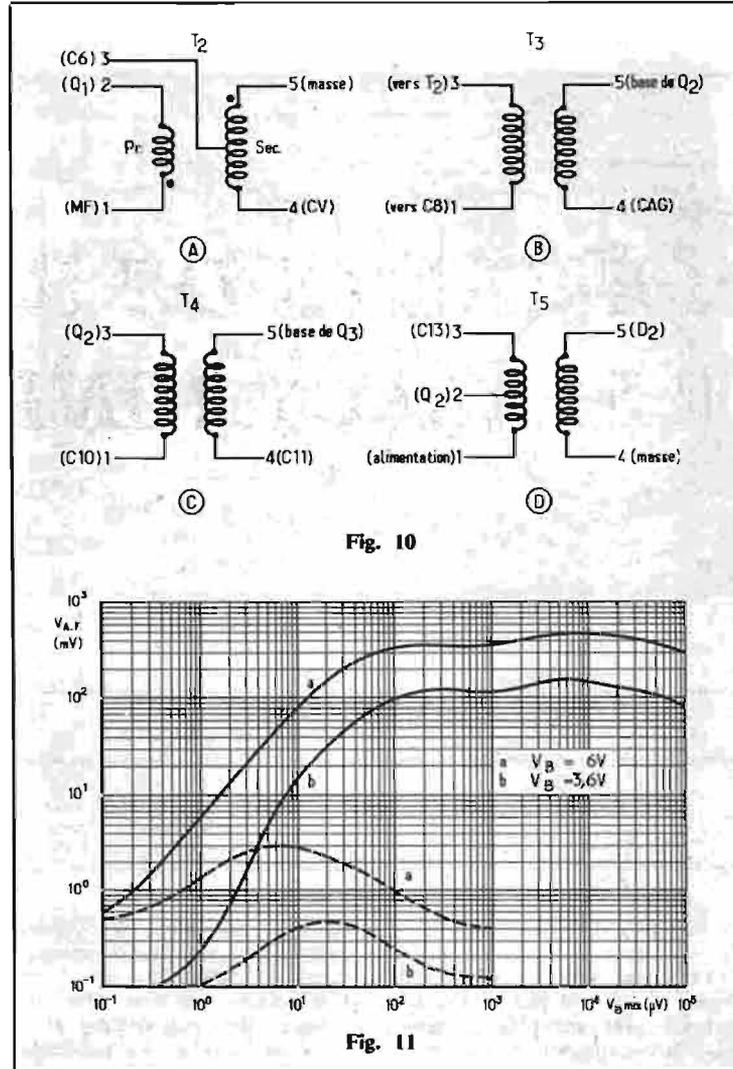

Fig. 10
Le coefficient de surtension indiqué  $Q_0$  est celui à vide du primaire, donc mesuré avec les bobines non branchées et à la fréquence de  $790 \text{ kHz}$ . L'oscillateur possède un primaire non accordé et un secondaire accordé par  $C_3 + C_4$ , avec prise. Les extrémités de ces bobines sont indiquées à la figure 10 (A) ainsi que les branchements des condensateurs, accordant la totalité du secondaire, entre les points 4 et 5.
Le couplage entre les deux bobines sera très fort afin d'obtenir l'oscillation. Les points, permettent de déterminer le sens des enroulements. En moyenne fréquence, l'accord se fera sur  $470 \text{ kHz}$ . Les extrémités de  $T_3$  sont indiquées à la figure 10 (B) et les rapports de transformation sont :  $n_{13}/n_{45} = 14$ ,  $Q_0$  à  $470 \text{ kHz}$
Le secondaire n'étant pas accordé, le couplage sera très fort. Le deuxième transformateur MF,  $T_4$ , a les mêmes caractéristiques que le premier, et se branche de la même manière comme indiqué à la figure 10 (C).